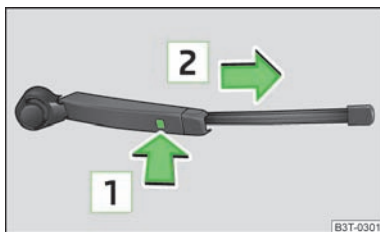

Fig. 51
- Ridicați brațul ștergătorului de pe geam și poziționați lamela astfel încât să formeze un unghi drept cu brațul ștergătorului » fig. 51.